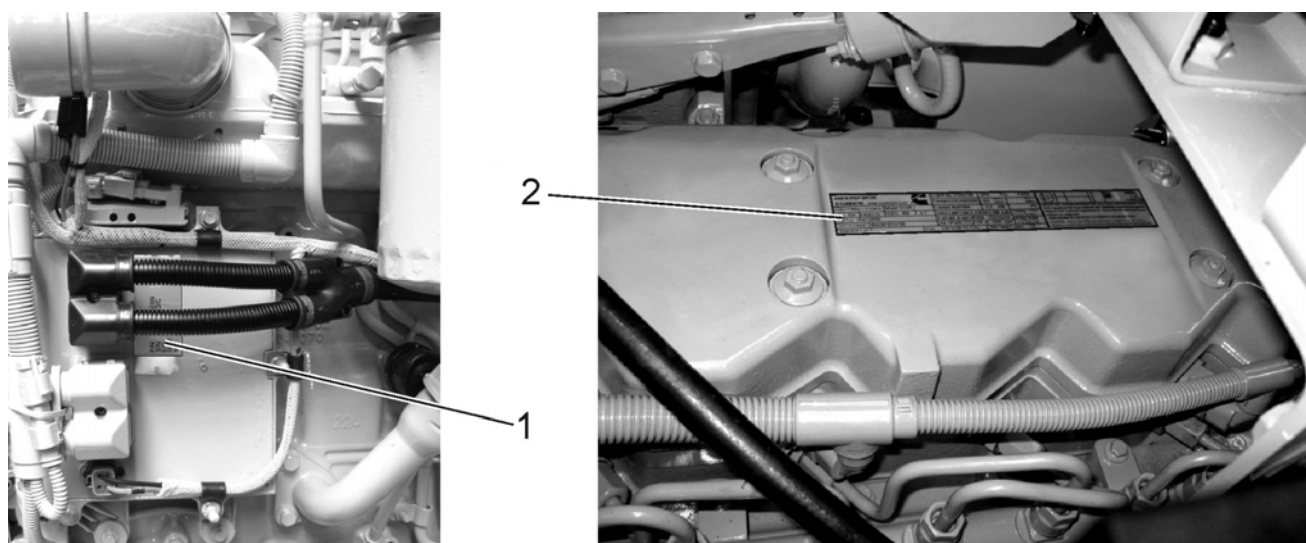

Рис. 1.6. Серийный номер двигателя
Серийный номер двигателя размещен на щитке (2, Рис. 1.6.) в рубрике Engine No. И на щитке (1) электронного модуля управления двигателя (ECM) рядом с символом ESN (Engine Serial Number).